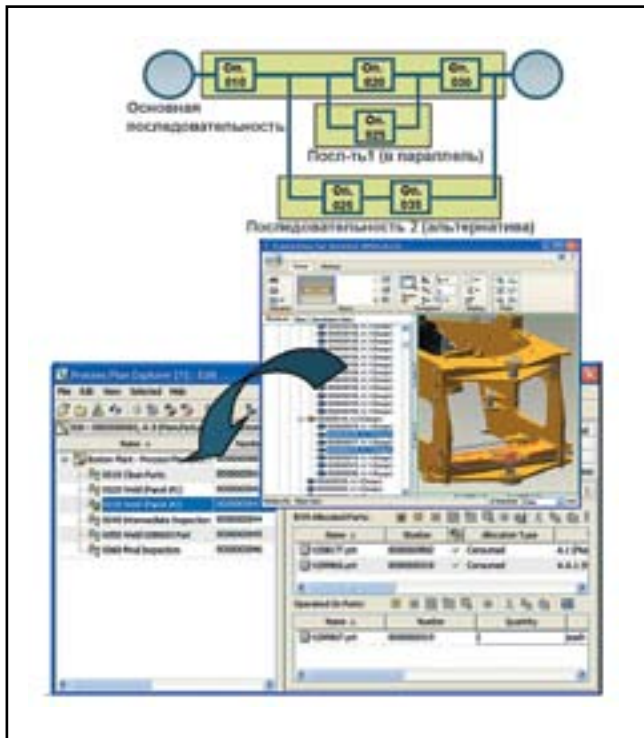

Рис. 3. Пример использования Windchill MPMLink для планирования процессов
- ной (в т. ч. и вложенной, многоуровневой) структуры операций (рис. 3);